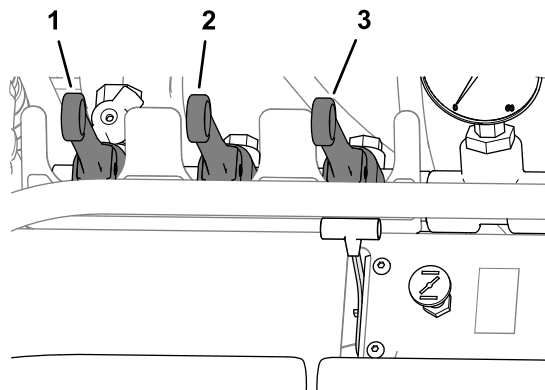

Figure 36
2. Vérifiez que les poignées des vannes de commande de pulvérisation sont en position ARRÊT (Figure 36).